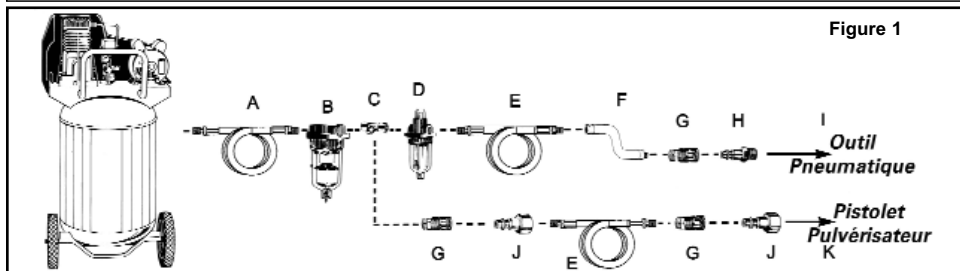

Figure 1
6. Connect the tool to the air hose quick coupler. **NOTE: It is recommended that a whip hose with a swivel (P012-0079SP - not included) be used to prevent twisting, kinking and excessive wear to the air hose (ref. item "F" in figure 1 for recommended connections).**
To maintain the maximum performance of the air tool, it must be lubricated each time it is used. Dust, dirt, rust and oil residue will build up inside the tool and reduce the performance. An in-line oiler is recommended for proper automatic tool lubrication (see Figure 1). If an in-line oiler is not available, the tool can be lubricated manually through the inlet port (see Figure 4).
6. Branchez l'outil au raccord rapide du tuyau flexible d'air. **REMARQUE : Il est recommandé d'utiliser un flexible de raccordement à pivot (P012-0079SP - non inclus) afin d'empêcher le tuyau flexible de s'entortiller ou de se plier et de prévenir son usage excessif (voir l'élément F de la Figure 1 pour les connexions recommandées).**
Pour conserver le rendement optimal du moteur pneumatique, il faut le lubrifier à chaque utilisation. Des résidus de poussière, de saleté et d'huile se logeront à l'intérieur de l'outil et en réduiront le rendement. Un huilier sur canalisation est recommandé pour lubrifier automatiquement l'outil de façon adéquate (voir Figure 1). Si ce dispositif n'est pas disponible, il est possible de lubrifier l'outil manuellement par l'orifice d'admission (voir Figure 4).